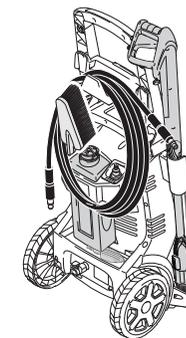

Fig. 44
6. Rangez les accessoires dans le compartiment de rangement et à l'arrière de l'appareil (Fig. 44).